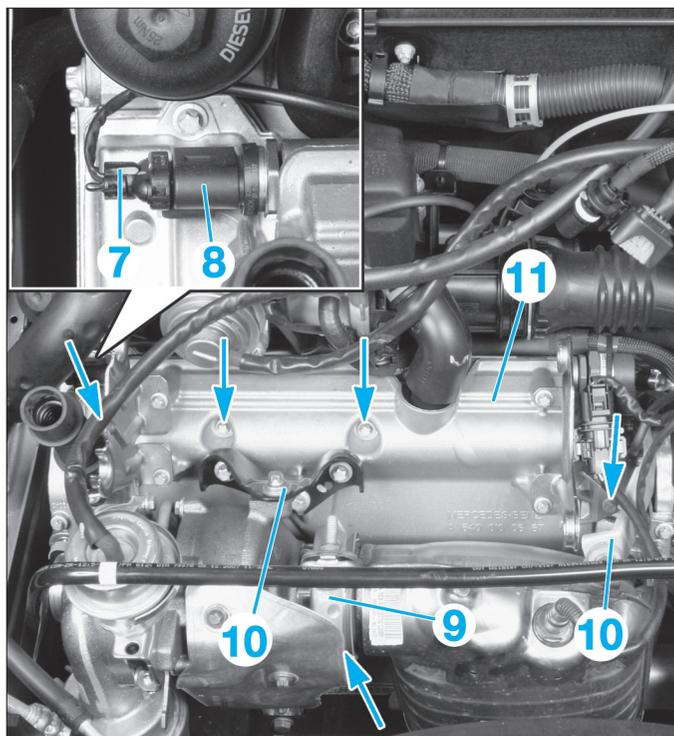

FIG. 50
• Si nécessaire, débrancher le connecteur (7) du capteur de pression (8) sur la rampe (Fig.50).